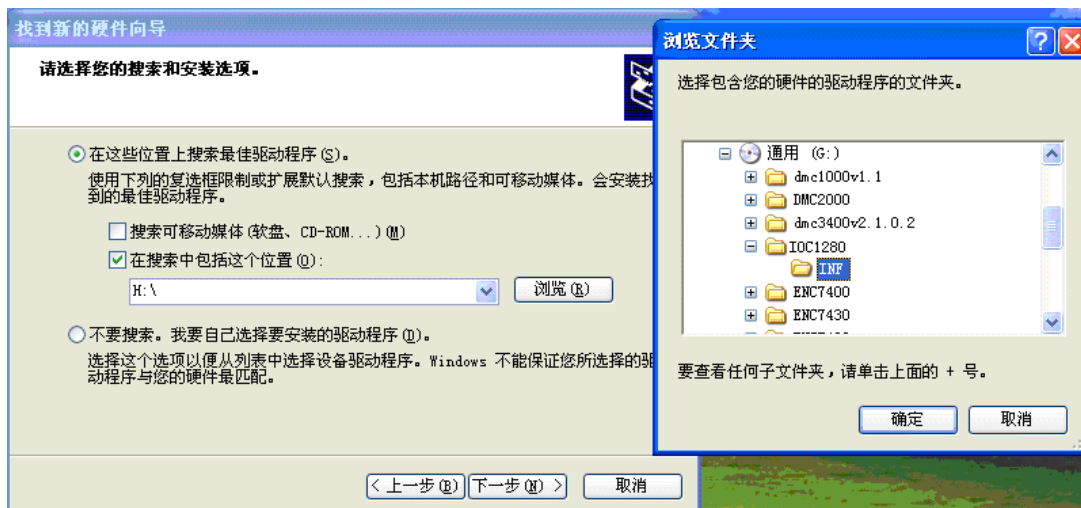

图3-2浏览并选择安装文件夹INF
- 5) 选择“从列表或指定位置安装（高级）（S）”，点击“下一步”，系统将弹出“找到新硬件安装向导”另一界面，如图 3.2
- 6) 在图3-2所示的向导中，点选“在这些位置中搜索最佳驱动程序”并勾选上“在搜索中包括这个位置”，点击浏览。